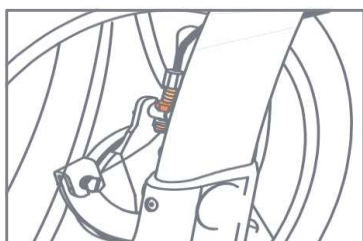

Figura 72: Ajuste del freno mediante el circlip (naranja oscuro) y el tornillo de ajuste.
- a. Manténgase en la parte trasera del Rollz Motion Electric cuando ajuste los frenos. Afloje el anillo de bloqueo en la parte inferior del cable del freno (tire del cable hacia arriba para que le sea más fácil). Gire el tornillo de ajuste que se encuentra encima para acortar o extender el cable del freno (**Figura 72**). Gire en el sentido de las agujas del reloj para obtener más potencia de frenado y en el sentido contrario a las agujas del reloj para reducir la potencia de frenado.